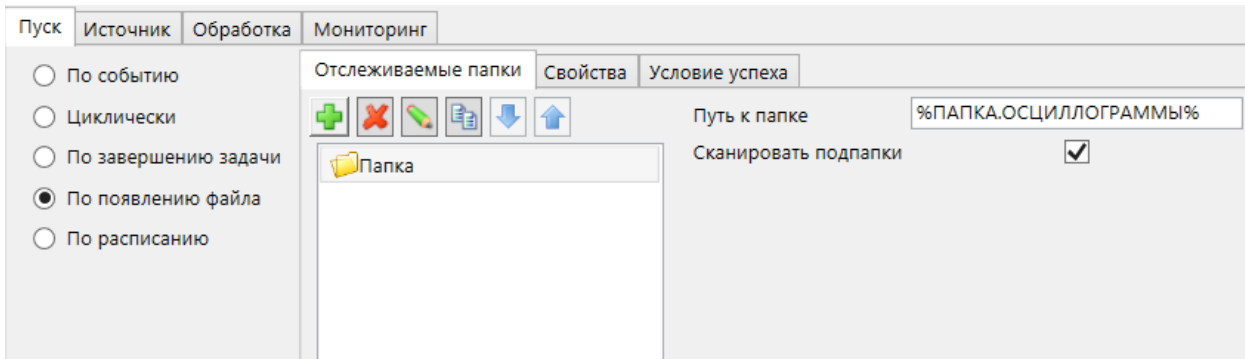

Рисунок 258 – Режим запуска обработчика файлов «По появлению файла»
– «По появлению файла». Запуск обработчика файлов выполняется по появлению файлов в каталоге на локальном либо сетевом диске. Установка флага «Сканировать подпапки» позволяет обрабатывать файлы в подкаталогах указанной директории (рисунок 258). Выдержка времени с момента появления файла в отслеживаемой директории до запуска обработчика файлов и повторный запуск выполнения обработчика файлов по условию успеха (таблица 193, описание группы параметров «Действия при неблагоприятном исходе») настраиваются в подразделе **Свойства** режима запуска «По появлению файла». Условие успеха выполнения обработчика файлов настраивается в подразделе **Условие успеха** режима запуска «По появлению файла»;